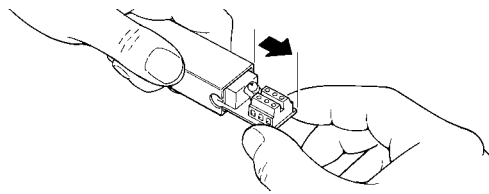

Fig. 4
- 6 Extraire la carte de quelques centimètres comme dans la figure 4.